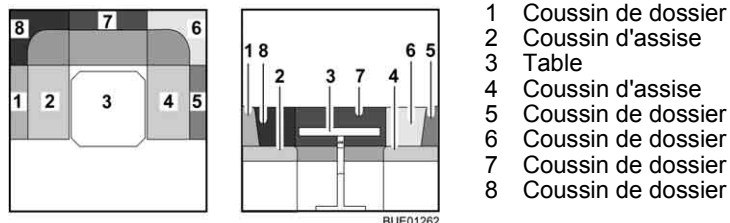

Fig. 75 Avant la transformation
- Convertir la table (Fig. 75,3) en sommier de lit (voir paragraphe 6.10).